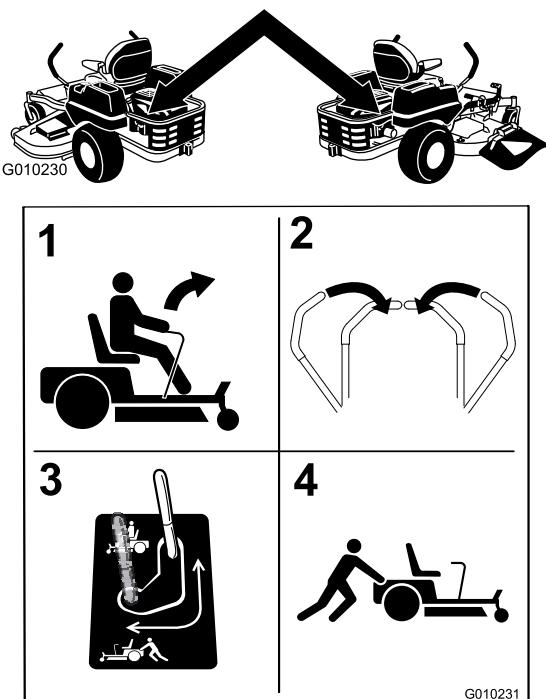

Figura 30
4. Mueva las palancas de desvío hacia atrás y luego hacia abajo para bloquearlas en esa posición, según se muestra en Figura 30, para desengranar los motores de rueda. Repita en el otro lado de la máquina.
Mueva la palanca a la posición de empujar la máquina (Figura 30) para engranar los motores de las ruedas.